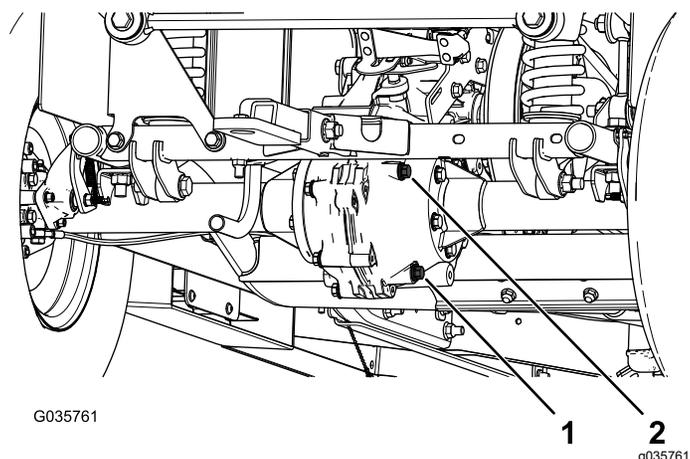

図 59
4. トランスアクスルについている補給プラグを外す 図 59。
5. オイルの量が少ない場合は、補給プラグを取り、穴からあふれ出てくるまで所定のオイルを補給する 図 59。
1. ドレンプラグの下にオイルを受ける容器をおく 図 59。
2. トランスアクスルについている補給プラグとシールを外す 図 59。
3. ドレンプラグとシールを外してオイルが完全に抜けるのを待つ 図 59。